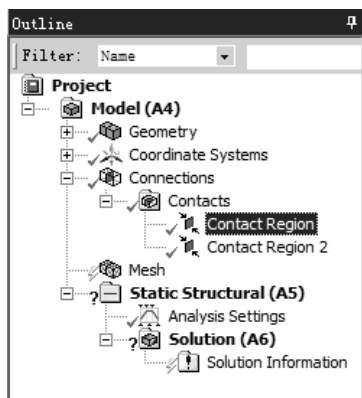

图 9.6.4 展开 Connections 节点
(1) 删除接触。在“Outline”窗口中展开 **Connections** 节点，如图 9.6.4 所示，选中 **Contact Region** 并右击，在弹出的快捷菜单中选择 **Delete** 命令，在弹出的“ANSYS Workbench”对话框中单击 **是(Y)** 按钮，将其删除。